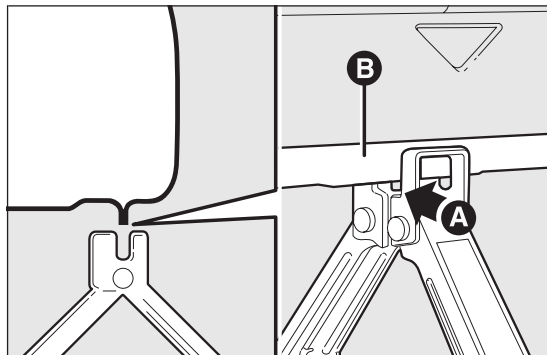

fig. 140
- ❑ azionare il cric in modo da distenderlo fino a quando la scanalatura A fig. 140 del cric si inserisce correttamente sul profilo inferiore B ricavato sul